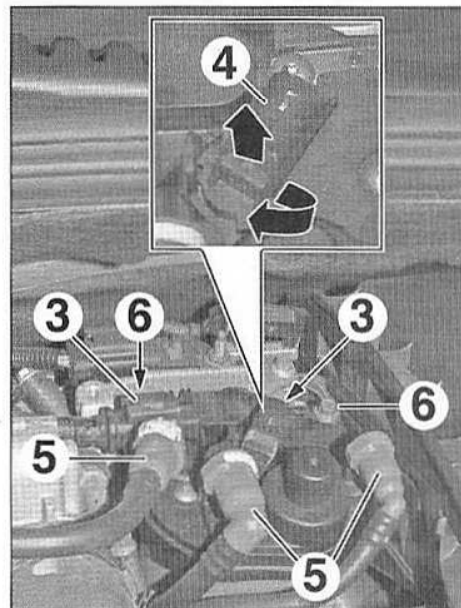

FIG.74
- Débrancher les connecteurs (3) du réchauffeur et du capteur de présence d'eau (si équipé) (Fig.74).